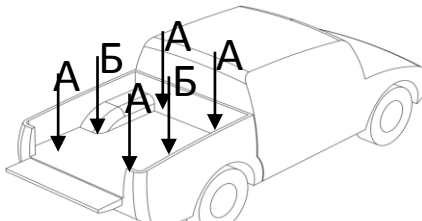

Рис. 1
1. Вывернуть штатные болты А крепления проушин ремней (8 штук) в полу грузового отсека (Рис. 1).